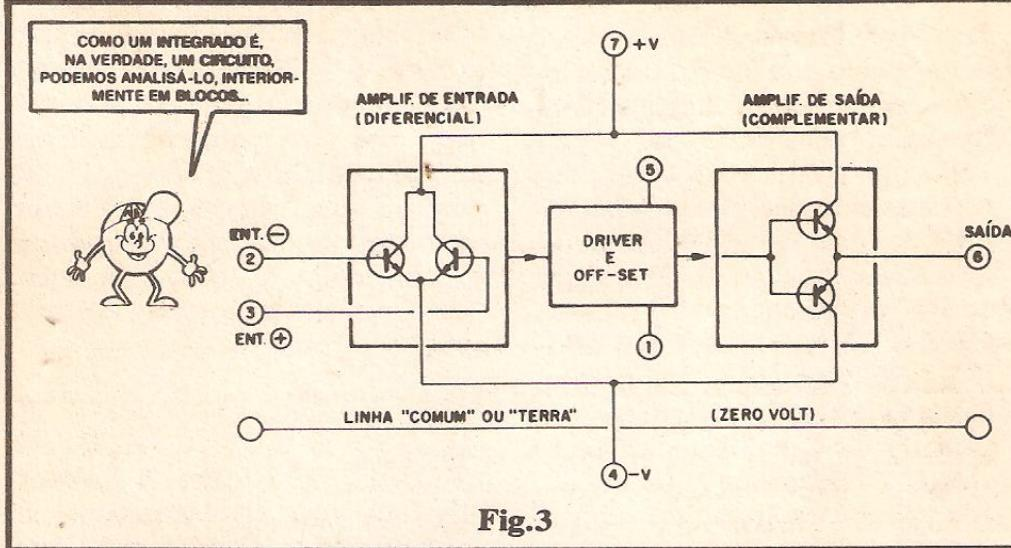

Fig.3
- FIG. 3 - OS BLOCOS INTERNOS DE UM 741 - Basicamente, todo Amplificador Operacional (como o 741...) é formado internamente por um bloco de entrada, na forma de um amplificador diferencial, dotado de duas entradas, uma inversora e uma não inversora, seguindo-se um bloco para controle da compensação ou offset (através do qual podemos, externamente, “forçar” um “zeramento” na saída - detalhes mais adiante...) e driver (excitação), finalmente tudo “desembocando” num amplificador de saída, do tipo complementar (permitindo a excursão do sinal na saída, “para cima” ou “para baixo” de um “zero” nominal ou referencial...). Notem os Leitores/“Alunos”, que tanto na figura anterior (2) quanto na presente, toda a identificação numérica dos pinos está lá, indicada dentro dos pequenos círculos... Na fig. 3, contudo, vemos uma linha denominada “comum”, “terra” ou “zero volt”, em cujas extremidades estão também pequenos círculos, sem a indicação numérica de “a qual pino” se referem... A explicação é simples: essa “linha de terra” corresponde ao “comum” da alimentação externamente aplicada, fazendo parte, portanto, do arranjo circuitual onde o Amp.Op. vai ser aplicado, conforme explicaremos logo adiante... Normalmente o 741 (e todos os Amp.Ops.) são energizados por fontes “divididas” (split, em inglês...), constando de uma linha positiva (+V), uma negativa (-V) e uma linha de “terra”, também chamada de “comum”, ou de “zero volt”... Essa especial configuração das linhas de alimentação permitem - como já foi dito - que tanto o nível quanto a própria polaridade do sinal obtido
do as Entradas sob rigorosamente idênticas Tensões... Para nos ajudar na COMPENSAÇÃO ou no chamado controle de OFF-SET (anulação da "Tensão de Erro"), estão lá, no 741, os pinos 1 e 5... Basta intercalarmos um trim-pot (ou potenciômetro) de 10K entre tais terminais, levando o cursor do componente ajustável à linha do negativo da alimentação. Girando lentamente o tal resistor variável (em algumas aplicações super-rigorosas podemos até aplicar um trim-pot tipo "multi-voltas"...), compensamos as polarizações internas do bloco driver do 741 (ver fig. 3) e levamos a Tensão de Saída realmente a "zero" (o que poderá ser indicado pelo "centramento" do ponteiro, num voltímetro de zero central, conforme sugere o diagrama...), estando ambas as Entradas deviamente "aterradadas"...